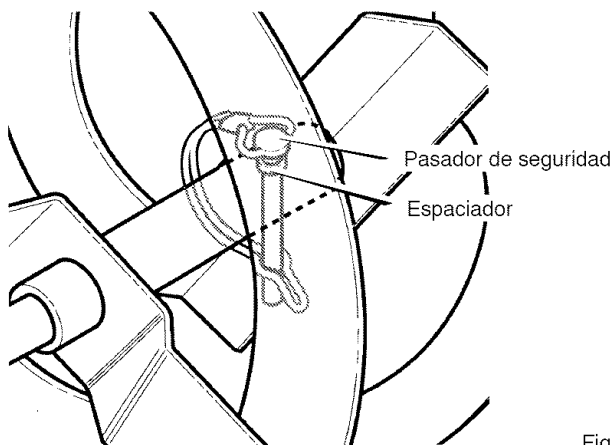

Figura 102
3. Alinee el agujero de la barrena con el agujero del eje de la barrena. Instale el nuevo **pasador de seguridad y espaciador**. Figura 102.